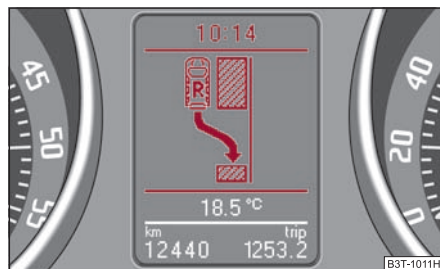

Fig. 144 Pantalla informativa: Plaza de aparcamiento reconocida con el aviso a poner la marcha atrás
- Avance hasta que se reproduzca el aviso ⇒ fig. 144.